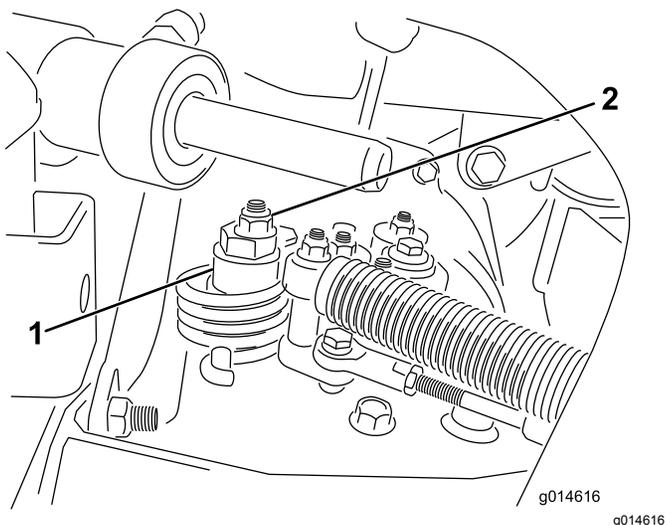

図 37
- A. 偏芯ナットを гидロスタット上部に止めているナットをゆるめる 図 37。
- C. どちらにも車輪が回らないように偏芯ナットを回して調整する。調整ができれば固定ナットを締める 図 37。スロットル低速 および高速位置で調整が正しいことを確認する。